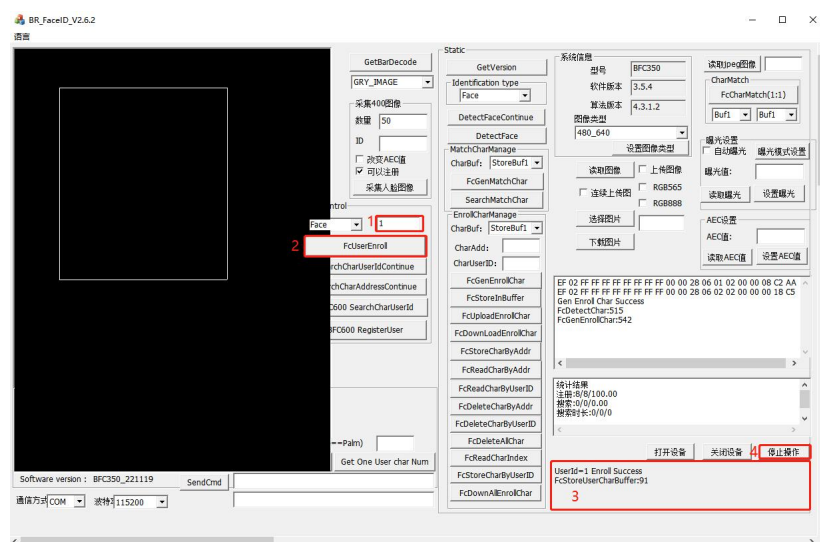

图 4-5
- (1) 在“1”处填写注册 ID 号，点击“2”处“FCUserEnroll”，模组会自动录入面前的用户掌静脉/人脸；
- (2) 掌静脉/人脸录入成功后左边“3”处显示“RegisterUserSuccess ID=”
- (3) 点击“4”处“停止操作”，如图 4-5 所示。